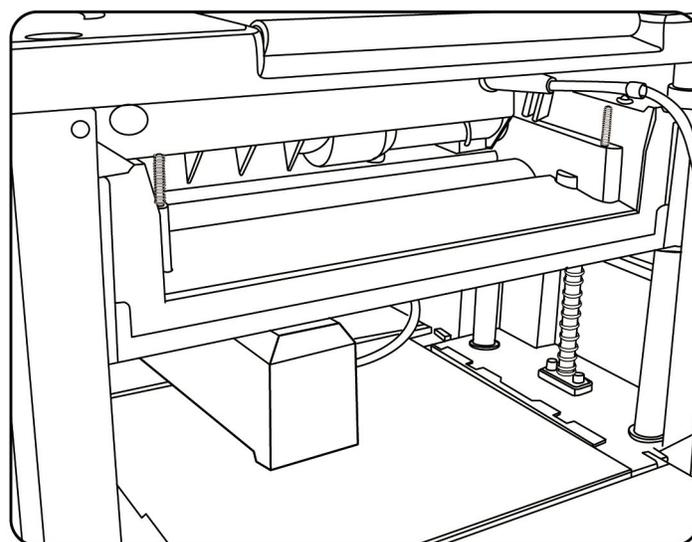

Fig.13
- Ajuste a porca de altura para cima ou para baixo conforme necessário para se adequar ao bloco de madeira. (Fig. 13).